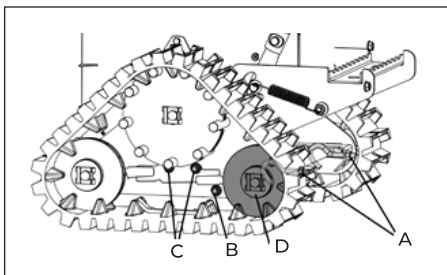

Рис. 34
1. Ослабьте крюки вала (рис. 34А). Открутите гайки (рис. 34С) с посадочных платформ. Ослабьте гайку (рис. 34В), затем подвиньте ведомое натяжное колесо вперед (рис. 34D), установите гусеницу надлежащим образом.
2. Подвиньте ведомое колесо назад, чтобы установить натяжение гусеницы. Затем затяните крюки (рис. 34А), затяните гайки (рис. 34В и 34С).
3. Натяжение гусениц можно регулировать, затягивая или ослабляя гайки, закрепленные крюками (рис. 34А)